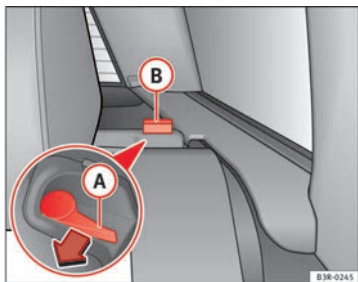

Fig. 127 Palanca de desbloqueo del respaldo
- Oprima la palanca de desbloqueo **A** ⇒ fig. 127 en la dirección de la flecha.